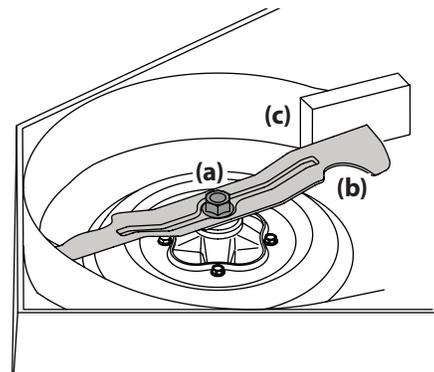

Figure 4-18
2. À l'aide d'une clé de 1/16", retenez l'écrou sur le haut de la fusée, puis desserrez l'écrou hexagonal (a) qui fixe la lame (b) à la fusée. Pour desserrer plus facilement l'écrou hexagonal (a) qui fixe la lame, placez un petit bloc de bois (c) entre le plateau de coupe et le tranchant de la lame (b). Voir Figure 4-18.